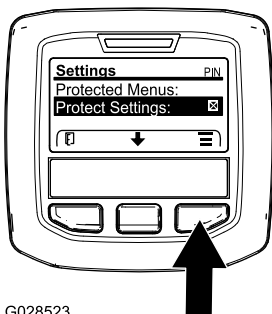

Рисунок 27
1. В MAIN MENU (Главном меню) с помощью средней кнопки прокрутите меню вниз к пункту SETTINGS MENU (НАСТРОЙКИ), и нажмите правую кнопку (Рисунок 27).